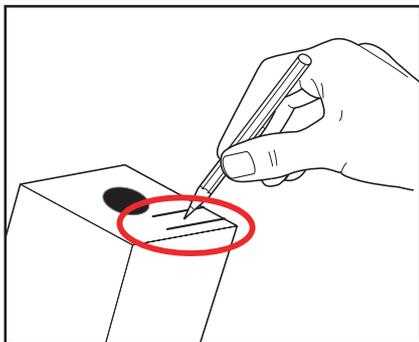

Fig. 4
6. Seguire le istruzioni riportate sul pacchetto del prodotto. Notificare almeno la data di consumo sul pacchetto del prodotto (fig. 4).